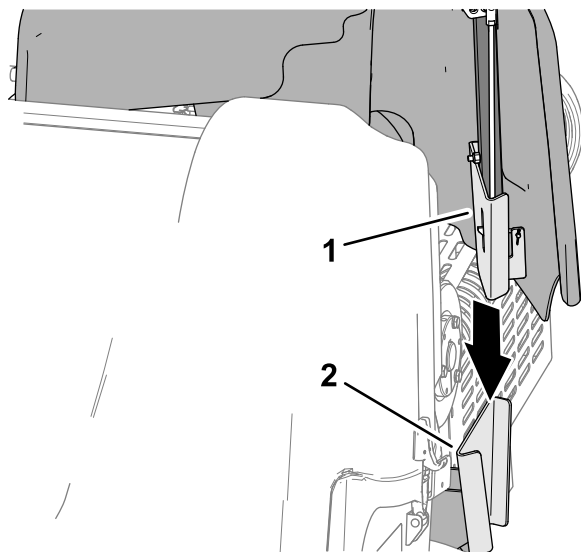

Figura 144
1. Allineate la staffa di montaggio del copricinghia con la staffa di supporto del copricinghia del telaio della macchina (Figura 144).